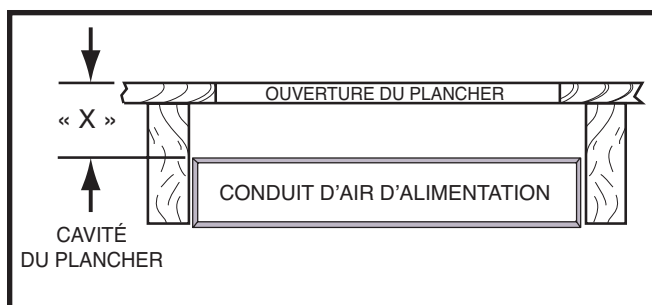

Figure 10. Cavité du plancher
4. Mesurez la distance entre le dessus du plancher et le dessus du conduit d'alimentation en air pour obtenir la profondeur de la cavité du plancher. **REMARQUE** : La profondeur de l'ouverture dans le plancher montrée par un « X » dans la Figure 10 \(page 8\) détermine le connecteur de conduit qui convient.